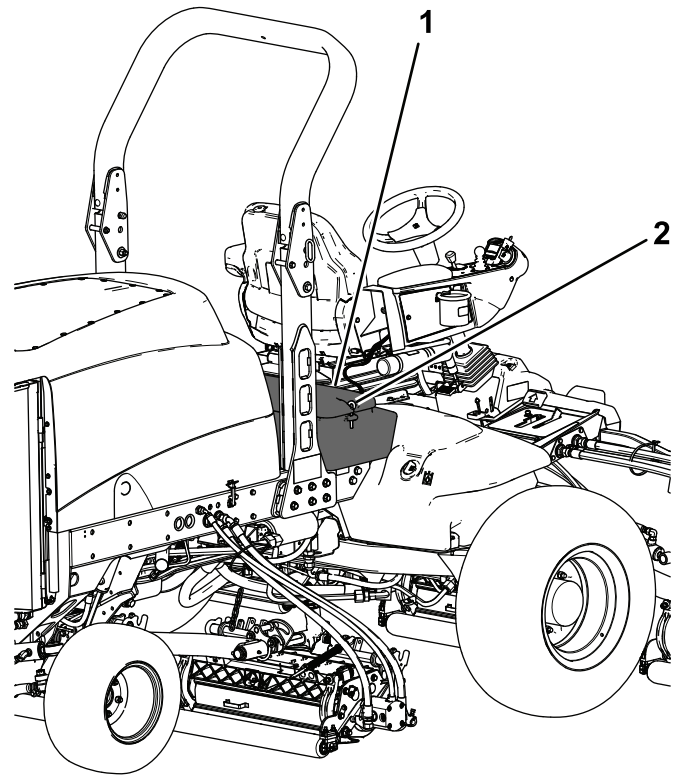

Bild 85
2. Entriegeln und heben Sie die Abdeckung der Bedienerkonsole hoch (Bild 85).